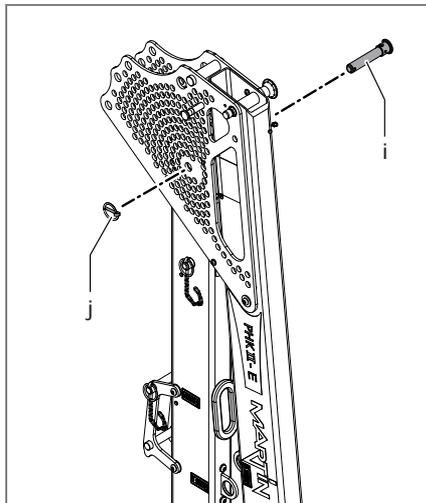

Fig. 18 Montaggio
- ▶ Verificare che le spine elastiche dei perni (i, j) siano montate e fissate correttamente, vedere Fig. 18 a Pagina 27).